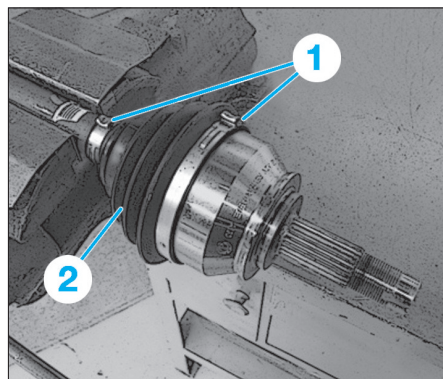
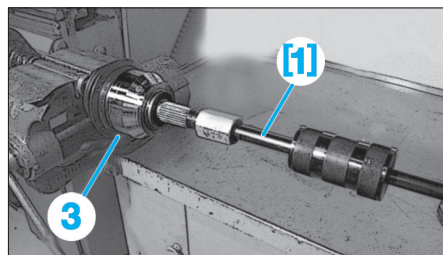
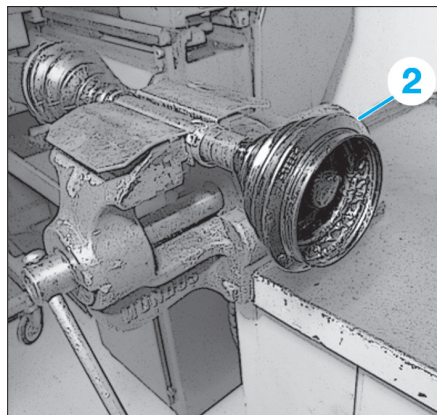

Fig. 8
Fig. 9
Fig. 10
- [1]. Extracteur à inertie (Fig.9).
- les colliers de fixation (1) du soufflet de transmission (2) (Fig.8),
- le joint homocinétique (3) à l'aide de l'outil [1] (Fig.9),
- le soufflet de transmission (2) (Fig.10).
- Placer sur l'arbre, les 2 colliers (1) (Fig.8) et le soufflet neuf (2) (Fig.10).
- Remplir le joint homocinétique (3) (Fig.9) avec la graisse préconisée.
- Reposer le joint homocinétique (3).
- Mettre le soufflet en place et serrer les 2 colliers (1) (Fig.8).